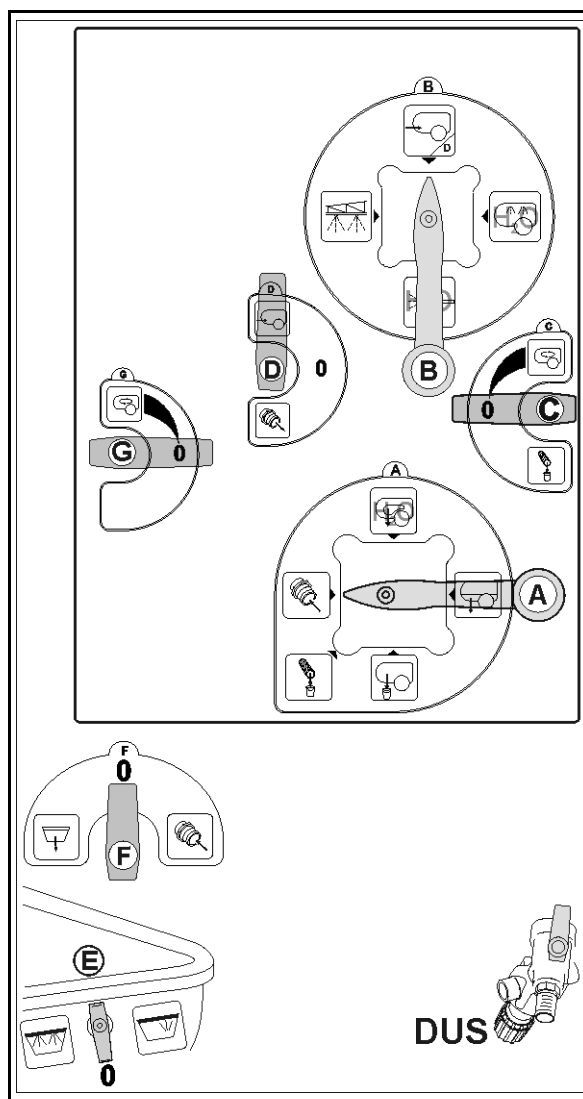

Fig. 136
2. Tag trykfilteret (Fig. 136/1) ud og rengør det med vand.